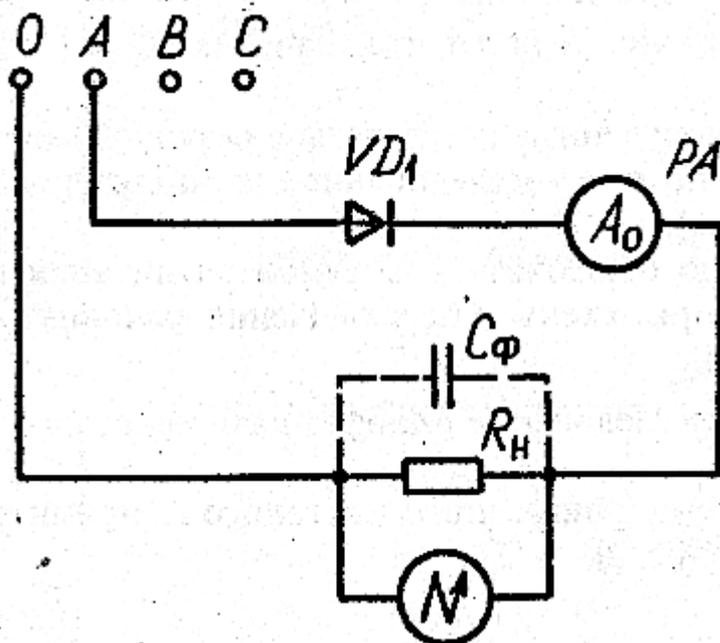

Рис. 1. Схема однофазного однополупериодного выпрямителя
1. Изучить устройство лабораторной установки по схемам на рис. 1, 2, 3, 4.
2. Собрать электрическую схему однофазного однополупериодного выпрямителя (рис. 1).